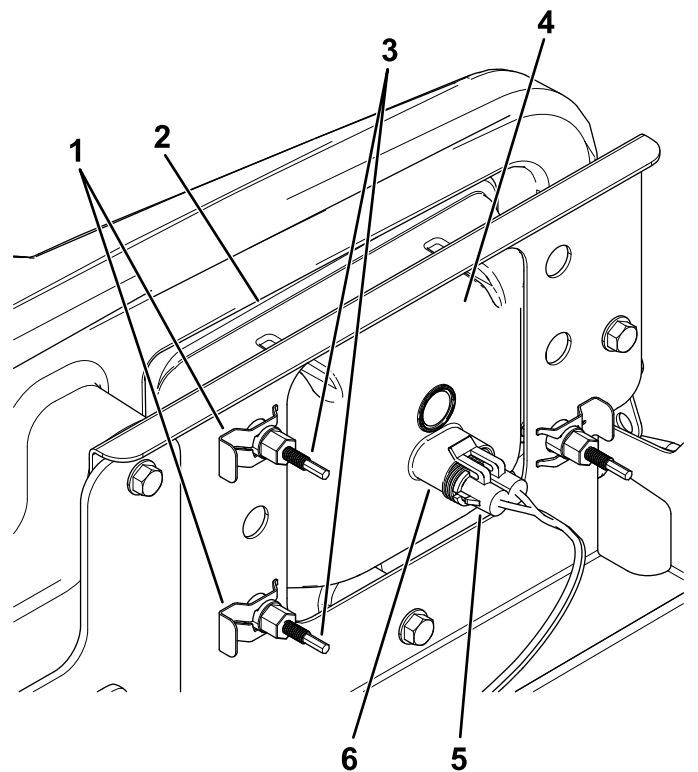

Bild 47
- Schließen Sie den elektrischen Anschluss für den Kabelbaum vom Lampenanschluss ab (Bild 47).
- Entfernen Sie die Schellen, mit denen der Scheinwerfer an der Scheinwerferhalterung befestigt ist (Bild 47).
- Schieben Sie den Scheinwerfer nach vorne durch die Öffnung in der vorderen Stoßstange und entfernen Sie ihn (Bild 47).
- Setzen Sie den neuen Scheinwerfer durch die Öffnung in der Stoßstange ein (Bild 47).
- Schließen Sie den elektrischen Anschluss für den Kabelbaum am Lampenanschluss an (Bild 47).
5. Drehen Sie die Einstellschrauben an der Rückseite des Scheinwerfers (Bild 47), um den Scheinwerfer zu drehen und den Scheinwerferstrahl einzustellen.